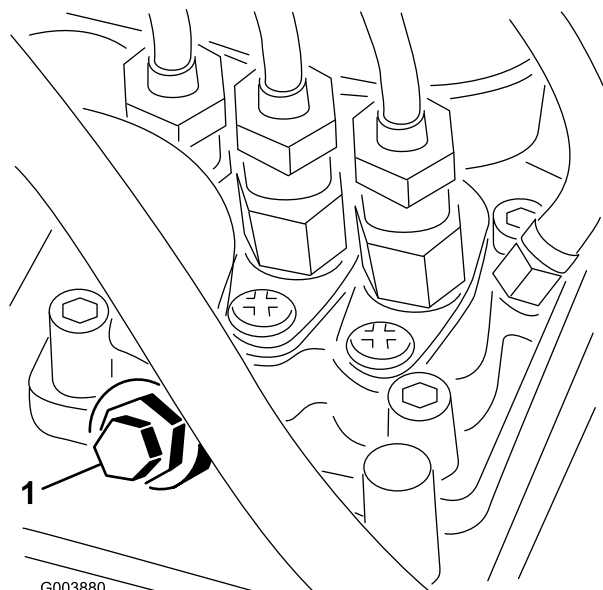

Bild 21
- Öffnen Sie die Entlüftungsschraube an der Kraftstoffeinspritzpumpe (Bild 21).